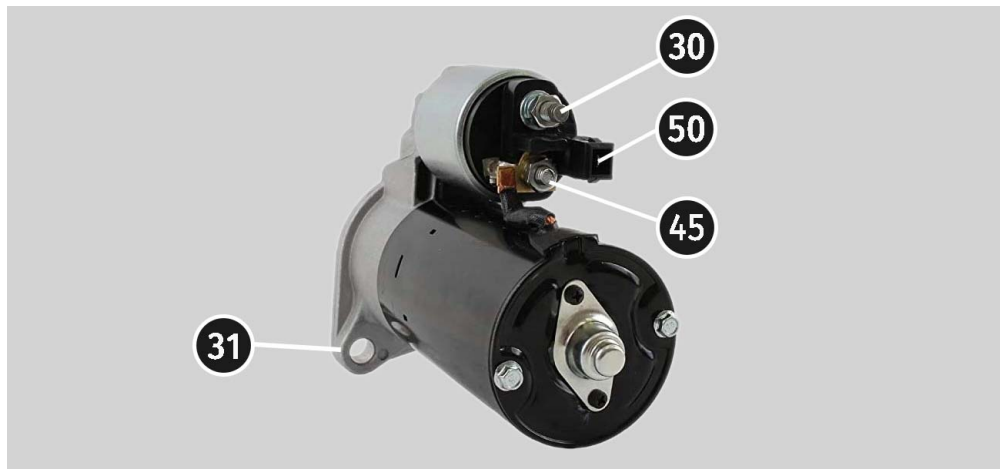

Рисунок 15. Расположение клемм на стартере
3. Разъем стенда «50» кабелем подключите к управляющему выводу соленоида стартера клемма 50, см. рис. 15.
4. Разъемы стенда K30 и K45 подключите к соответствующим клеммам стартера см. рис. 15.